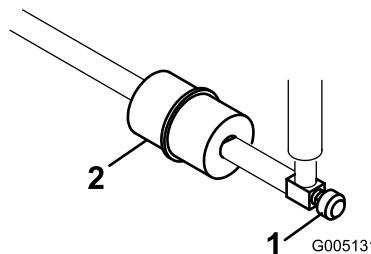

図46
燃料フィルタはインライン・タイプで、燃料タンクとキャブレタの間にあります図46。フィルタに付いている矢印をエンジンの方に向けて取り付けてください。
- 燃料バルブを閉じ、フィルタのキャブレタ側についているホースクランプをゆるめ、燃料ラインからフィルタを外す図46。
- フィルタの下に容器を置き、もう一方のクランプも外してフィルタを取り出す図46。